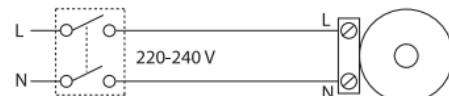

Fig. 3a
Z czujnikiem ruchu oraz sterownikiem czasowym. Wentylator uruchamiany jest ruchem w odległości od 1 do 4 metrów w obrębie kąta obserwacji wynoszącego 100°. Sterownik czasowy reguluje czas opóźnienia wyłączenia po zaprzestaniu ruchu w zakresie 2-30 min. Podłącza się zgodnie z Rys. 3a.
Wentylatory włączane i wyłączane za pomocą wbudowanego wyłącznika sznurowego. Podłączenie zgodnie z Fig. 3a.
5. Podłączenia elektrycznego może dokonać wyłącznie upoważniony instalator zgodnie ze schematem połączeń, Rys. 3a - 3b. Upewnić się, że ok. 25 cm kabla jest dostępne od miejsca wprowadzenia kabla tak, aby możliwe było późniejsze wykonanie podłączenia elektrycznego.